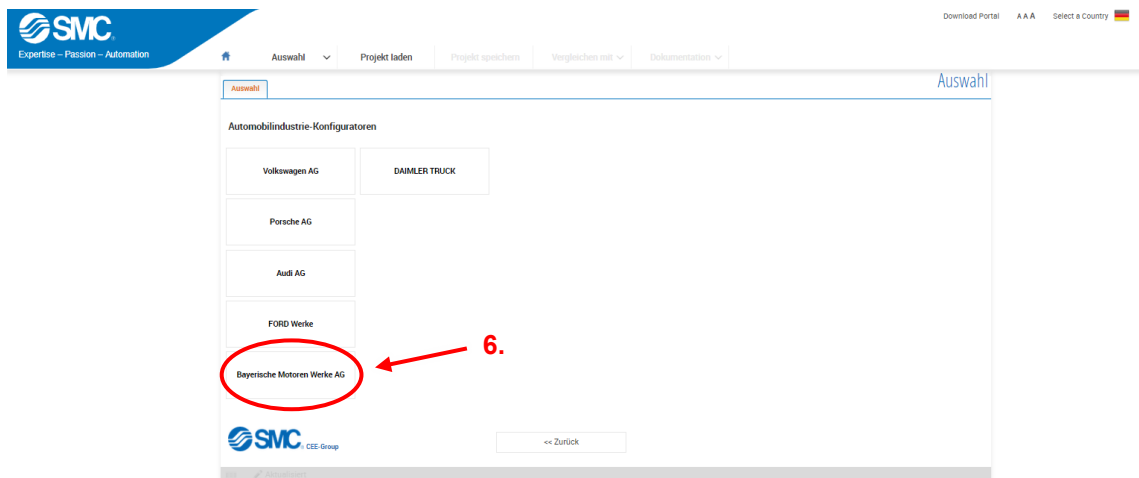

Figure 4
6. Click on the “Bayerische Motoren Werke AG” button (Figure 4).